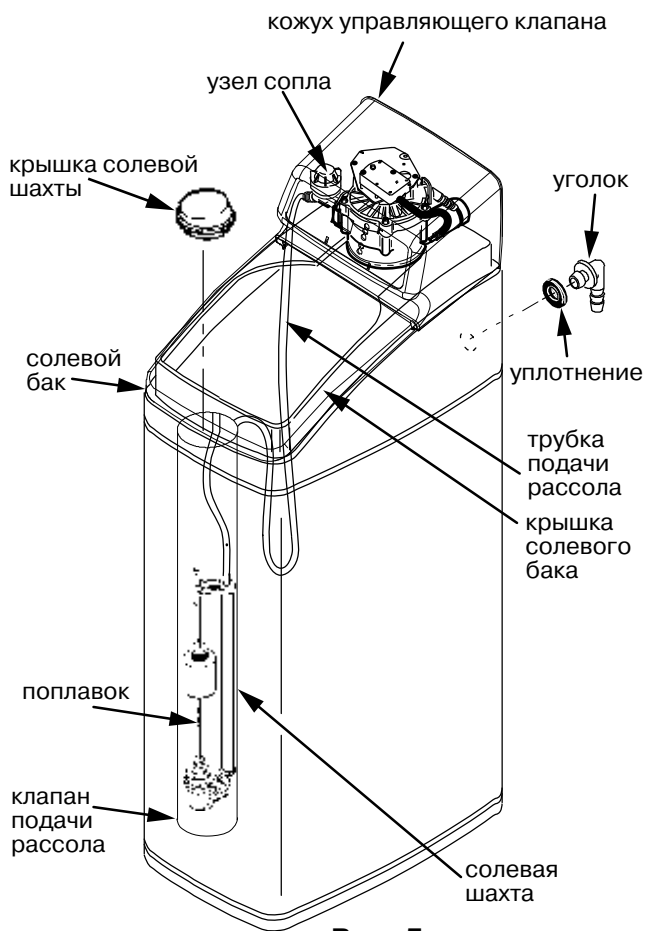

Рис. 5
1. Умягчители поставляются в собранном виде. Во время установки снимите верхнюю крышку и крышку солевой шахты и отложите их в сторону во избежание повреждений. Убедитесь в том, что солевая шахта установлена вертикально и закреплена (**рис. 5**).
Снимите крышку и налейте примерно 50 мл (2-3 чайных ложки) обычного бытового отбеливателя (например, Clorox) в солевую шахту умягчителя (**рис. 5**). Закройте крышку солевой шахты.
а) При помощи ведра или шланга налейте 4 л воды в солевой бак. Не заливайте воду в солевую шахту (рис. 5).